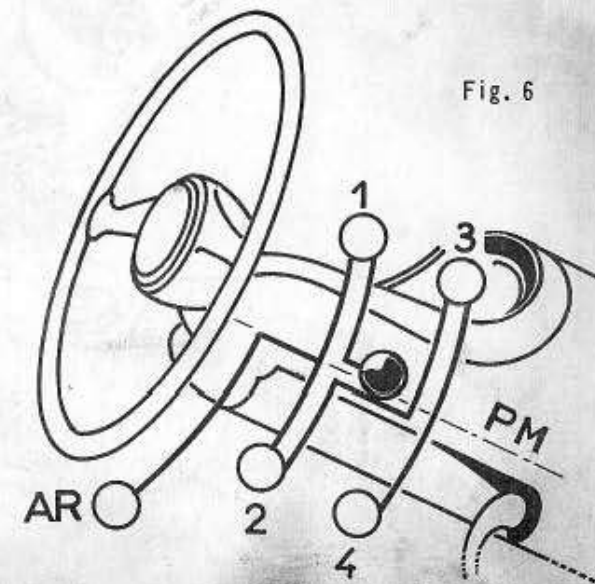

Fig. 6
- 3) Débloquer l'écrou de réglage (4) jusqu'à le dégager de l'axe du levier.
- 4) Placer la vis (1) de réglage de la gaine à 10 mm environ de la bride du couvercle. Bloquer le contre-écrou (2).
- 5) Mettre le levier de changement de vitesses au Point Mort et le maintenir contre la butée de 1ère et 2ème, sans les passer (Fig. 6).